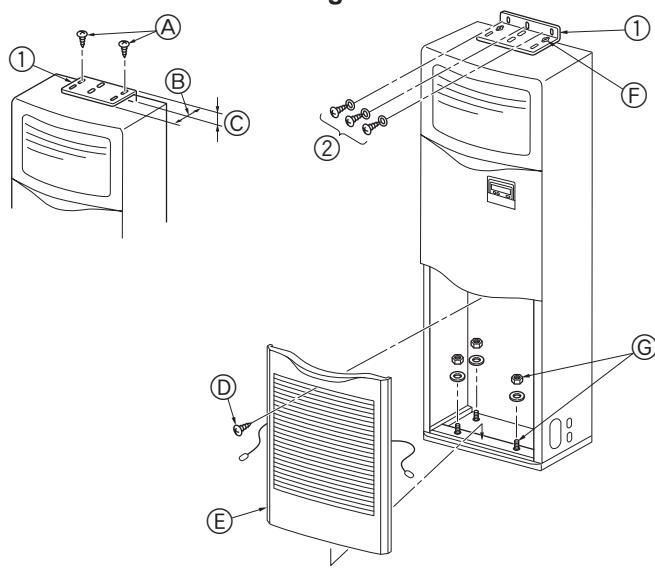

Fig. 3-2
①	Крепежный кронштейн для предотвращения опрокидывания прибора	1	Верхняя панель прибора Внутри воздухозаборной решетки
②	Самонарезающие винты (с шайбой)	3
③	Теплоизоляция труб для газа (большая)	1
④	Теплоизоляция труб для жидкости (малая)	1
⑤	Лента	5
⑥	Соединительная муфта для дренажа	1
⑦	Втулка (вставляется в отверстие для электропровода)	2
3.2. Крепежный кронштейн для предотвращения опрокидывания прибора (Fig. 3-2)